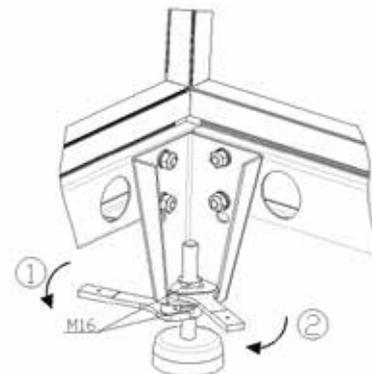

Bild 13
- Das Fundament kann ersetzt werden, indem das Lüftungsgerät mit höhenverstellbaren Füßen ausgestattet wird. Diese dämpfen Vibrationen und Geräusche und erlauben eine Nivellierung im Bereich von 30 mm (Abbildung 13).
- Die Füße sind vor Ort zu montieren. Montieren Sie die Füße mit M10x20-Schrauben von der Innenseite an den Grundrahmen (siehe Abbildung 13).
- Die Höhenverstellung erfolgt mit einem Schraubenschlüssel mit 24mm Schlüsselweite - siehe Abbildung 13. Wenn Sie die richtige Höhe erreicht haben, ziehen Sie die obere Mutter fest.